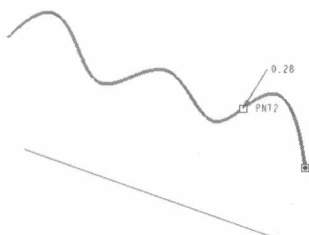

图 2-10 在曲线上创建点
Step1: 单击 **曲线** 按钮, 弹出“基准点”对话框, 在曲线上单击, 曲线上会显示点偏移值, 如图 2-10 所示。